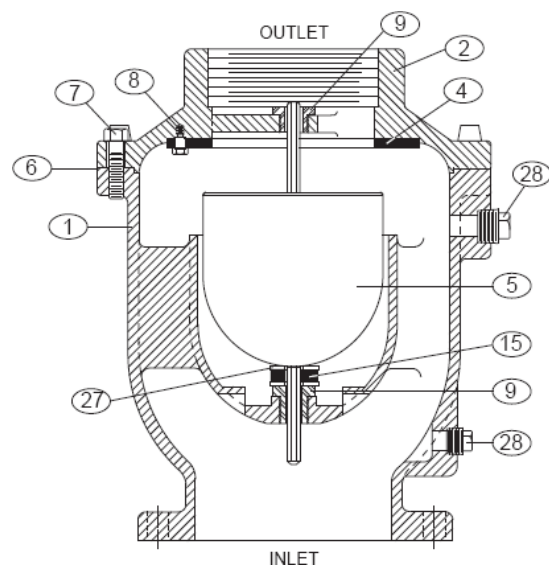

Figura 2. Conjunto de válvula de aire/vacío
El cuerpo de la válvula de aire/vacío estándar y la cubierta son de hierro fundido. Ver la Lista de materiales específicos presentada para la orden si no se trata de una construcción de hierro fundido estándar. Los componentes metálicos internos son de acero inoxidable. El flotador (5) es la única parte móvil, lo que asegura una larga vida útil con un mantenimiento mínimo. En la figura 2 se muestran los detalles de la construcción. El cuerpo (1) es bridado para la conexión con la tubería. El asiento elástico (4) está fijo en la cubierta de fundición (2). Hay disponible una capota opcional.
La válvula se puede desarmar sin sacarla de la tubería, o si prefiere, se puede retirar la válvula de la tubería. Todo el trabajo realizado en la válvula debe ser realizado por un técnico experto y utilizar herramientas apropiadas. Consulte la Figura 2.